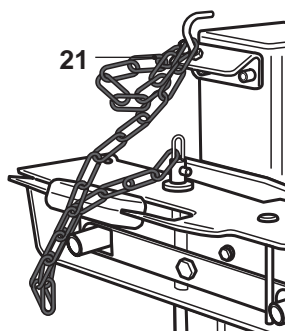

Fig. 6c
- > Accrochez la chaîne au crochet [1] (Fig. 6c).